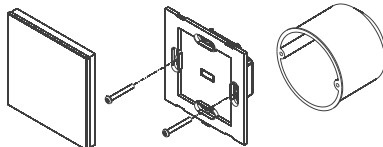

Рис. 2. Установка панели.
- 3.4. Зафиксируйте корпус панели в монтажной коробке (Рис. 2).